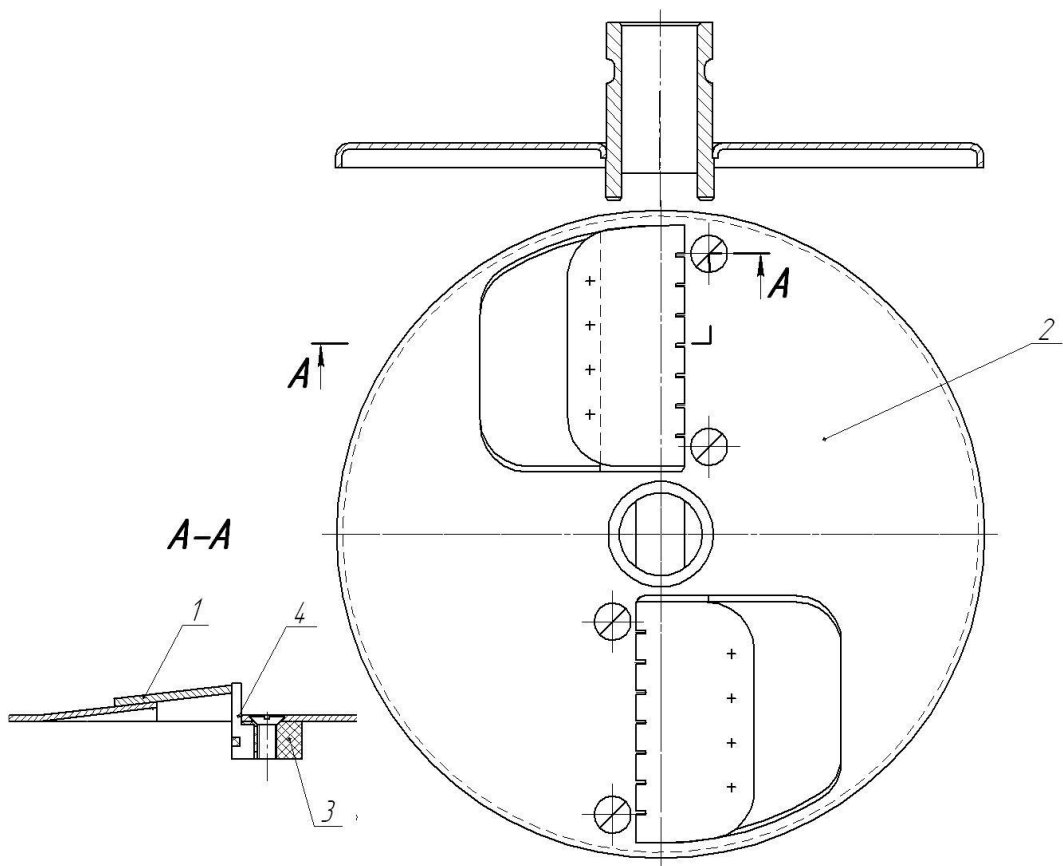

Рисунок 13 – Нож комбинированный 10x10 мм
Рисунок 13а – Диск шинковочный
**Рисунок 13б– Диск 04.16.00 2x2